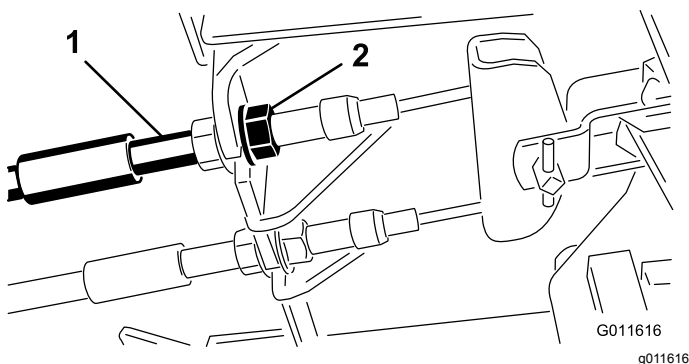

Рисунок 83
1. Чтобы уменьшить свободный ход тормозных педалей, затяните тормоза, ослабив переднюю гайку на резьбовом конце троса тормоза (Рисунок 83).